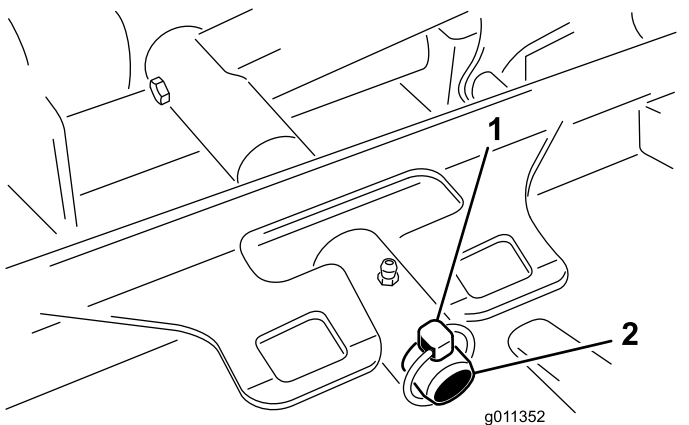

図 86
3. カッティングユニットのキャリアフレームを昇降アームのピボットピンに固定しているリンチピンランドマスター-4500またはリテーナナットランドマスター-4700を外す 図 86。
2. カッティングユニットのキャリアフレームを昇降アームのピボットピンにセットする 図 86。カッティングユニットをピンに取り付けるリンチピンランドマスター-4500またはリテーナナットランドマスター-4700を使用する。